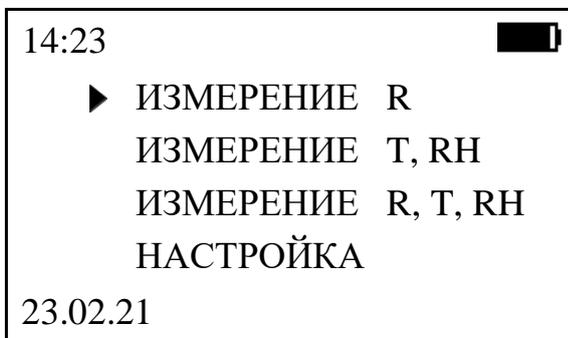

Рисунок 7 – Главное меню
- 4) На экране прибора появится главное меню (см. рис. 7).